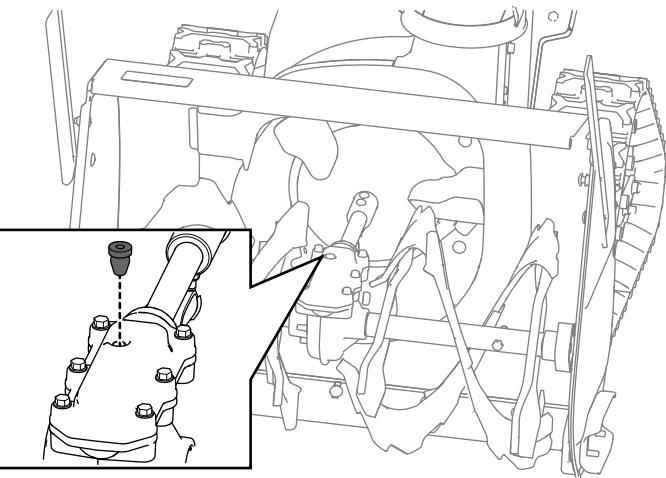

Рисунок 33
- Очистите область вокруг заглушки трубы и снимите заглушку трубы с редуктора (Рисунок 33).